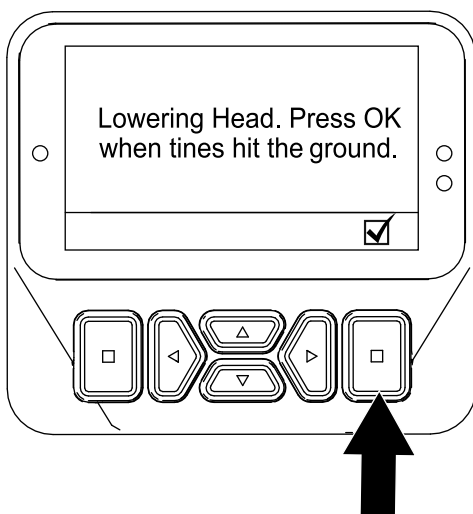

Figura 64
6. Quando una qualsiasi fustella tocca il terreno, premete il pulsante Invio all'interno della schermata Abbassamento testa in corso (Figura 64).